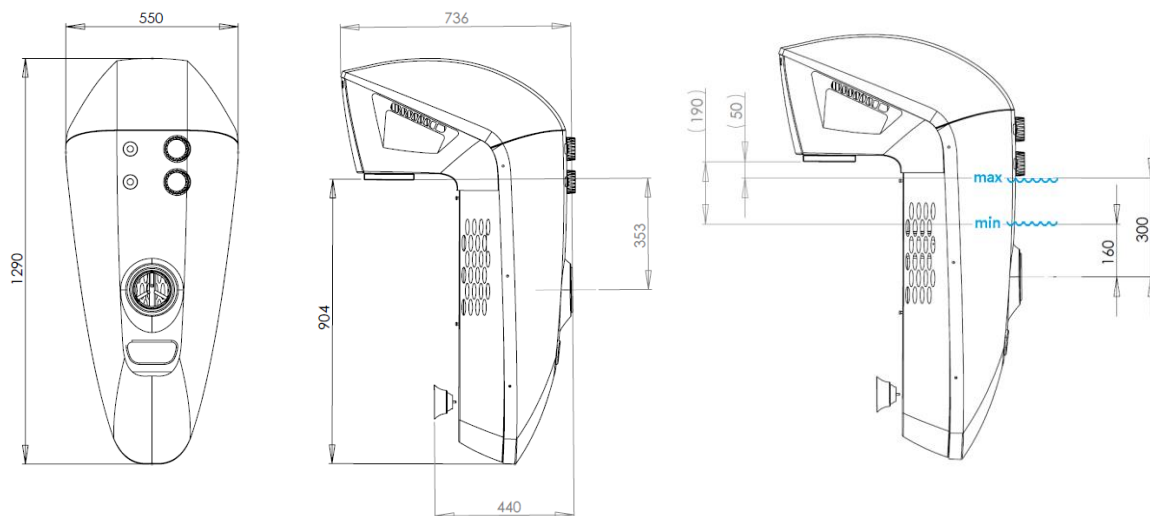

Abb. 1
**Der Wasserspiegel im Pool darf 300 mm über der Achse der Gegenstromdüse nicht überschreiten (siehe Abb. 1).**
Für den korrekten Betrieb der Gegenstromanlage ist es notwendig, dass die Gegenstromdüse am niedrigsten 300 mm unterhalb des Wasserspiegels im Pool eingetaucht wäre (siehe Abb. 1). Der optimale Bereich der Eintauchtiefe der Düse unter dem Wasserspiegel liegt zwischen 170 bis 290 mm. Bei der Installation der Gegenstromanlage in einen Pool ist es nicht erforderlich, die Luft aus dem Pumpengehäuse zu entladen. Daher ist es möglich, die Gegenstromanlage in einen noch nicht gefüllten Pool zu installieren.